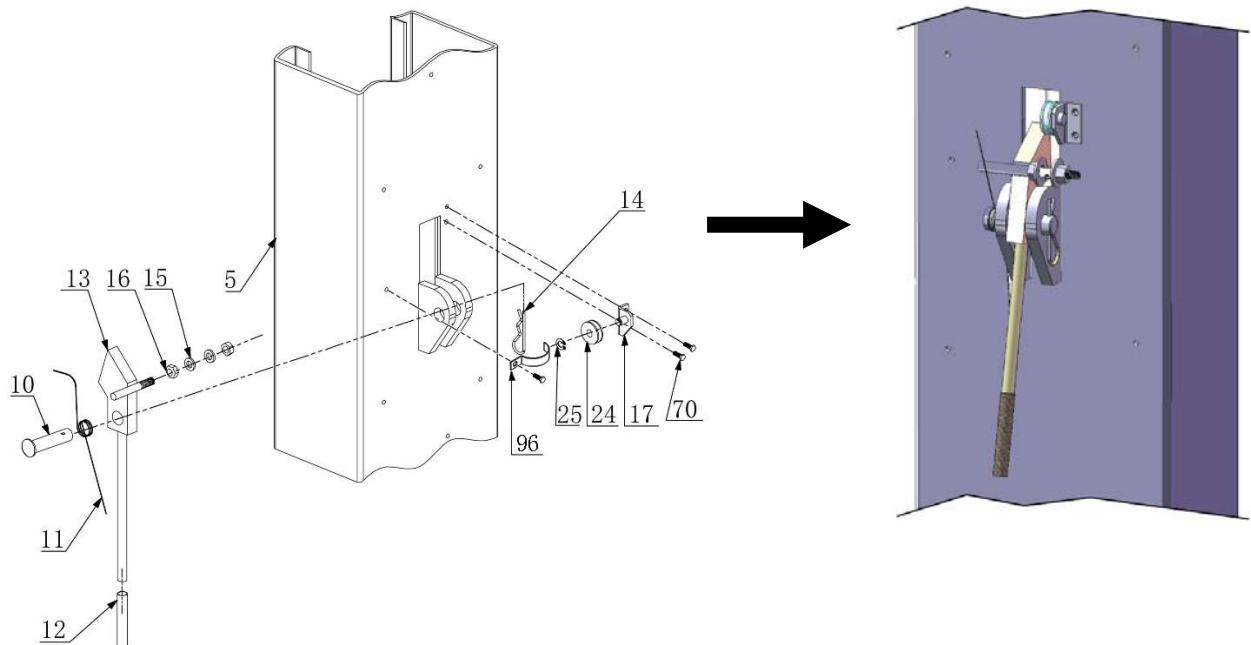
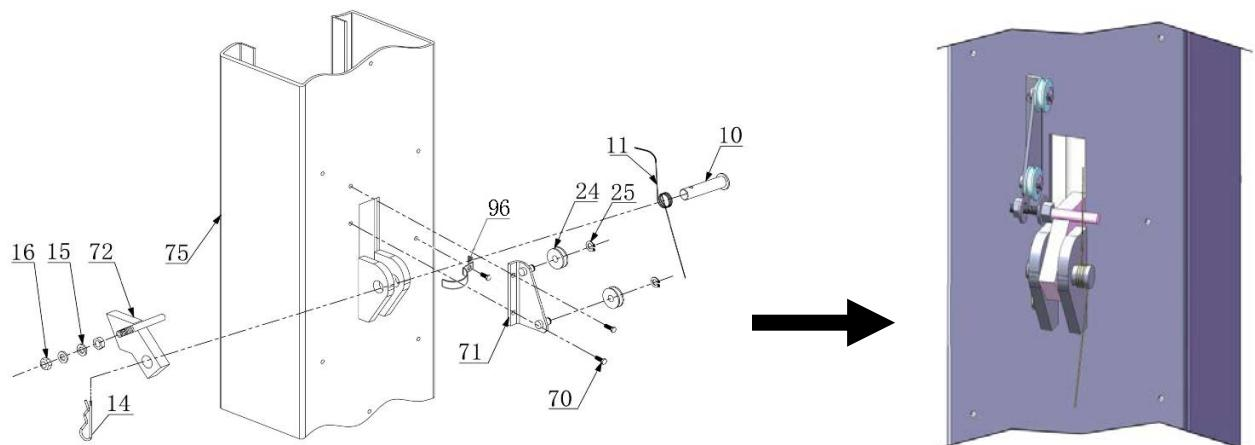

Рис. 20 Со стороны главной колонны
Рис. 21 Со стороны второстепенной колонны
I. Установка стопоров (См рис. 20 & рис. 21).